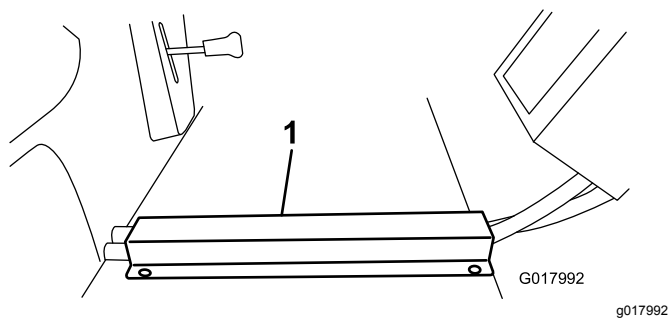

Figura 29
3. Coloque o canal do tubo por cima dos tubos no piso e alinhe a extremidade da frente com a extremidade da frente do piso. Marque e faça furos no piso e instale os parafusos autorroscantes (Figura 29).